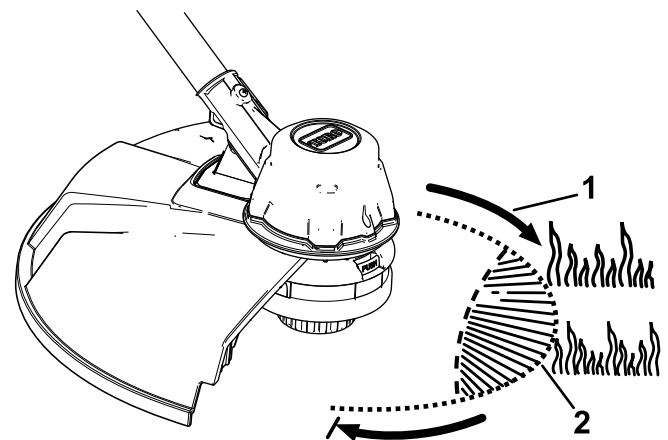

Figuur 12
De trimmer is bij levering ingesteld op een maaibreedte van 36,6 cm zoals getoond bij A in Figuur 12. Volg de onderstaande aanwijzingen als u de maaibreedte wilt instellen op 40,6 cm zoals getoond bij D in Figuur 12.
1. Verwijder het mes van de onderkant van de beschermkap door de 2 schroeven te verwijderen met de meegeleverde inbusleutel (B in Figuur 12) en keer het mes 180° om.
2. Nadat u het mes heeft omgekeerd monteert u het op de beschermkap met de 2 schroeven die u eerder heeft verwijderd (C in Figuur 12).